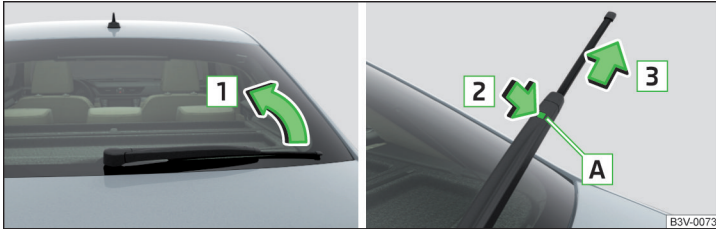

Abb. 355 Scheibenwischerblatt der Heckscheibe auswechseln
- › Den Scheibenwischerarm von der Scheibe in Pfeilrichtung **1** anheben » **Abb. 355**.